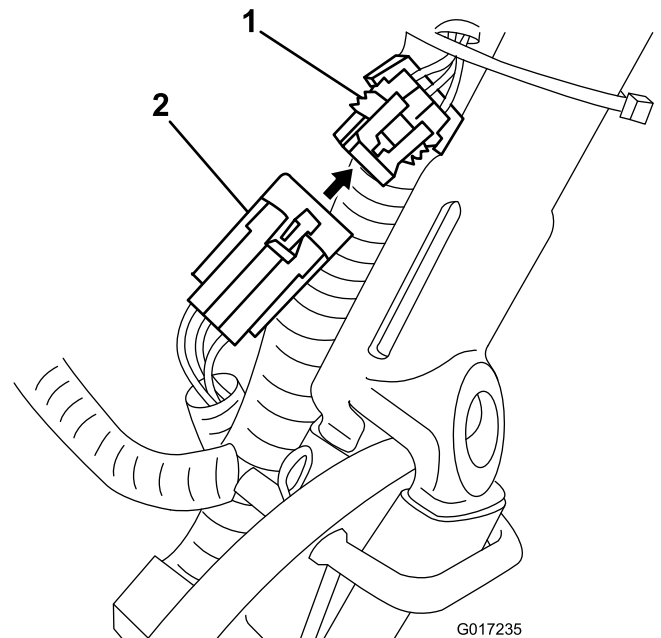

Bild 12
3. Schließen Sie den kleinen Anschluss an der Packung zum Maschinenkabelbaum vom Hauptkabelbaum ab (Bild 12).
14. Verlegen Sie den Kabelbaum, der von der Batteriepackung zur Maschine verläuft, unter und hinter dem Hauptkabelbaum an der linken Seite der Maschine; schließen Sie den kleinen 6-poligen Anschluss am Kabelbaum am entsprechenden Anschluss am Hauptkabelbaum an, wie in Bild 12 dargestellt.